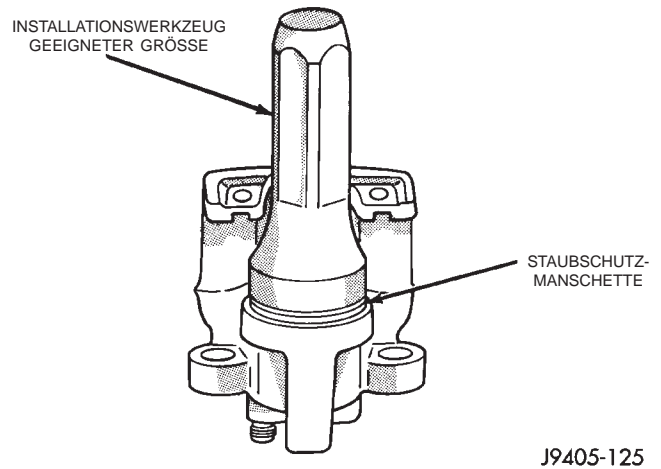
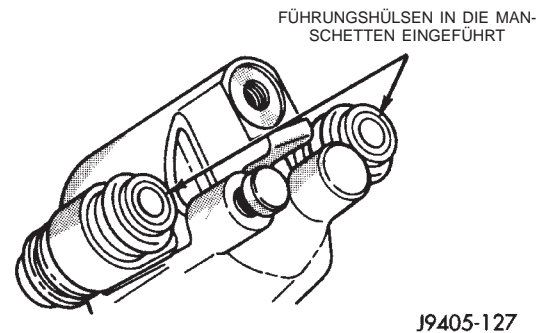

Abb. 80 Einsetzen der Staubschutzmanschette des Bremssattelkolbens
Abb. 81 Führungshülsen in die Manschetten eingeführt
(1) Bremssattelkolbenbohrung, neue Kolbendichtung und Kolben mit sauberer Bremsflüssigkeit benetzen.
(2) Führungshülsen und die Innenseiten der Staubschutzmanschetten mit Silikonschmierfett schmieren.
(3) Die neue Kolbendichtung mit den Fingerspitzen in die Dichtungsnut eindrücken.
(4) Eine neue Staubschutzmanschette auf den Bremssattelkolben setzen und die Manschette in die Nut am Kolben eindrücken.
(5) Den Kolben durch gleichzeitige Dreh- und Schiebewegungen mit der Hand in die Bremssattelbohrung treiben.
(6) Den Bremssattelkolben bis zum Anschlag in die Bohrung eindrücken.
(7) Die Staubschutzmanschette mit der Hand oder einem Installationswerkzeug geeigneter Größe in den Bremssattel einsetzen (Abb. 80).
(8) Falls zuvor entfernt, die Entlüftungsschraube des Bremssattels wieder eindrehen.
(9) Dichtungen für Führungshülsen und mittlere Dichtungen für Staubschutzmanschetten in den Bremssattel einsetzen.
(10) Führungshülsen in den Bremssattel einführen. Sicherstellen, daß die Lippen der Manschette ganz in die Nut am Ende der Führungshülsen eingeführt sind (Abb. 81).
(11) Bremsbacken am Bremssattel installieren und Bremssattel einbauen.